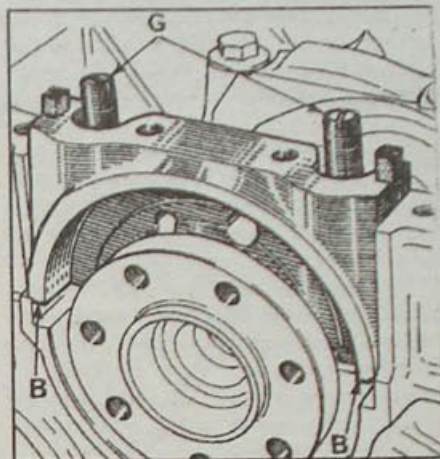

Рис. 1.75. Центрирование крышки коренного подшипника №1 с помощью двух шпилек (G) и место (B) нанесения герметика CAF 4/60 Thixo
• При помощи двух шпилек М10х1,5 отцентрируйте и установите крышку коренного подшипника №1 с прокладками (рис. 1.75). Перед установкой крышки смажьте две прокладки и нанесите тонкий слой герметика CAF 4/60 Thixo на нижнюю привалочную поверхность (В) крышки.